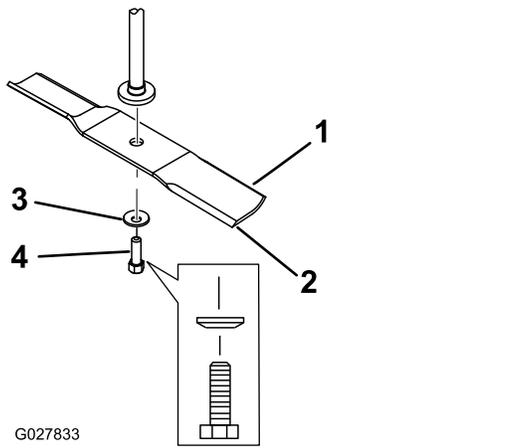

Bild 61
2. Entfernen Sie die Messerschraube, Wellenscheibe und das Messer von der Spindelwelle (**Bild 61**).
1. Setzen Sie das Messer auf die Spindelwelle (Bild 61).
2. Setzen Sie die Wellenscheibe (Kappenseite zum Messer) und die Messerschraube ein (Bild 61).